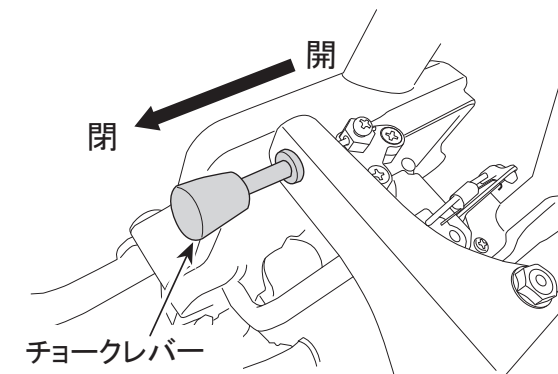

図 7
3. 化器のチョークレバーを閉じ、调速レバーを停止の位置にします。チョークレバーは寒い時には全閉にしてください。夏季またはエンジンが暖まっている時には全開にしてください。(図7)